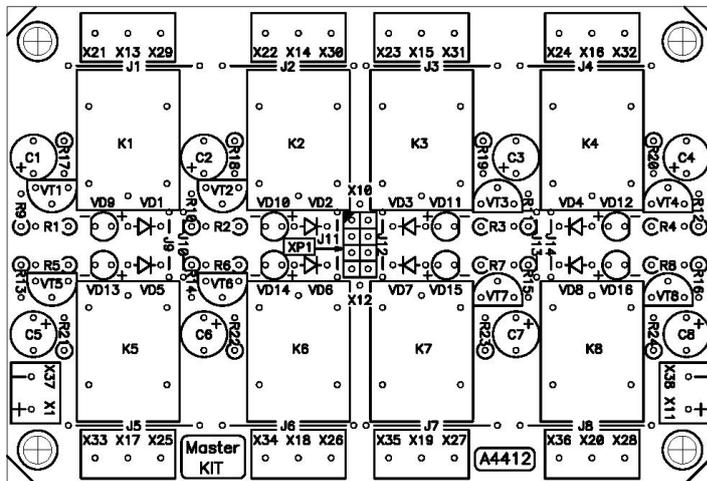

Рис.4 Схема монтажная
3. Установите все детали согласно рис.4 в следующей последовательности: сначала малогабаритные, а потом все остальные элементы.